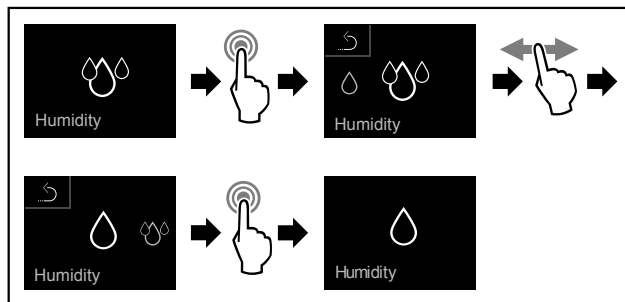

Fig. 70
- ▶ Hajtsa végre a művelet lépéseit (lásd Fig. 70) .